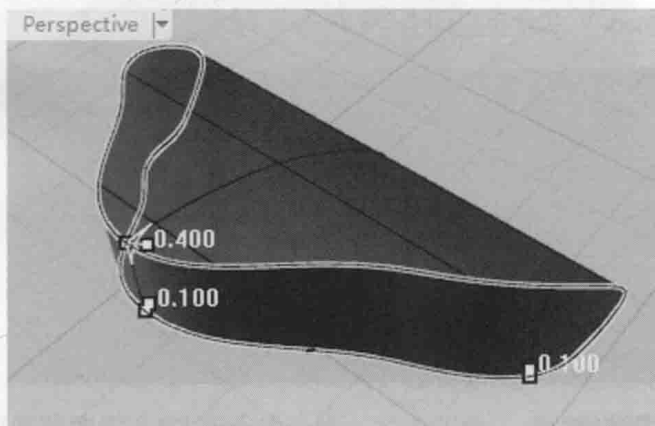
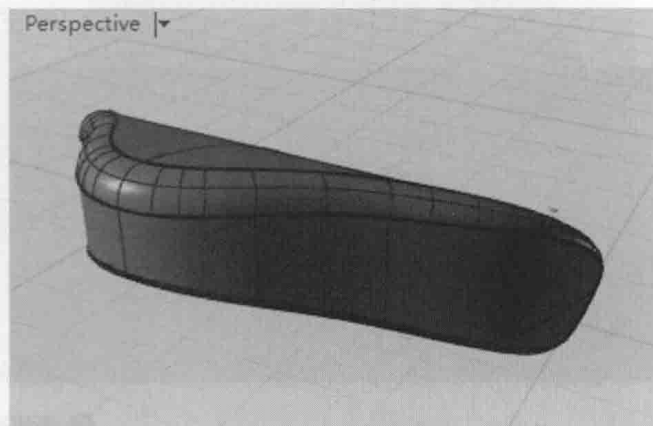

图 5-100 圆角设置
图 5-101 圆角效果
(6) 单击【不等距边缘圆角】按钮,将【目前的半径】的值修改为 0.1（根据实际操作选择合适的数值），再选取边缘。如图 5-100 所示,新增控制杆,并修改中点处控制杆的圆角半径值为 0.4。右击并确认,圆角效果如图 5-101 所示。